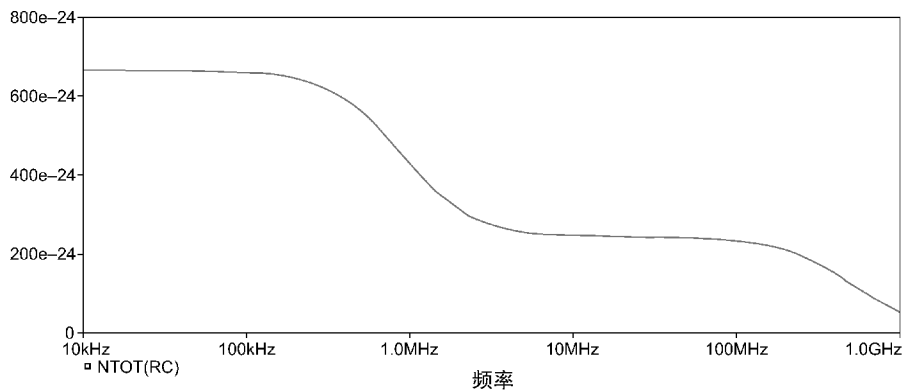

图 14.4 晶体管集电极寄生电阻的噪声谱密度波形
4. 如图 14.4 所示，在 PSpice 中选择菜单 **Trace > Add** 添加晶体管集电极寄生电阻的噪声谱密度曲线 NTOT (RC)，单位为 V²/Hz。